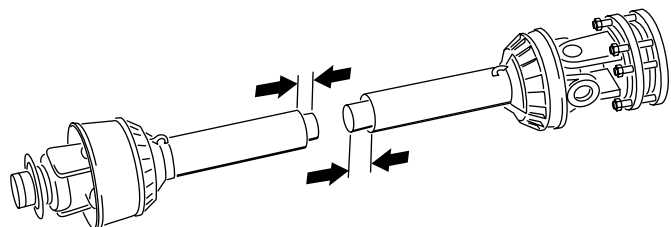

Рисунок 17
11. Отделите друг от друга 2 половины ВОМ (Рисунок 17).
12. Измерьте расстояние от конца каждой трубы до ее защитного кожуха (Рисунок 17).